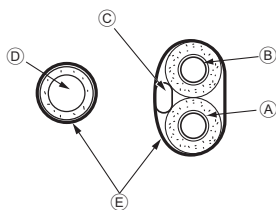

Fig. 3-6
3.3.1. Extracción y procesamiento de las tuberías y el cableado (Fig. 3-6)
3. Al introducir las tuberías de refrigerante y la manguera de drenaje en el orificio de penetración en la pared (manguito de penetración), cuelgue la parte superior de la unidad interior en la placa de montaje ①.
5. Fije la unidad en la placa de montaje ① empujando la parte inferior de la unidad. (Fig. 3-6)